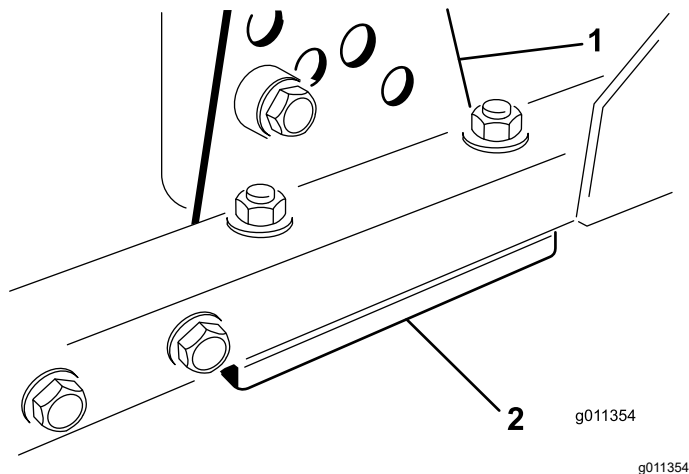

图 89
1. 从滚刀组架上拆除剪草高度支架前、左或右图 89。
2. 在滚刀组架与剪草高度支架之间插入 1.5mm 薄垫片和/或 0.7mm 薄垫片以达到所需的高度设置图 89。